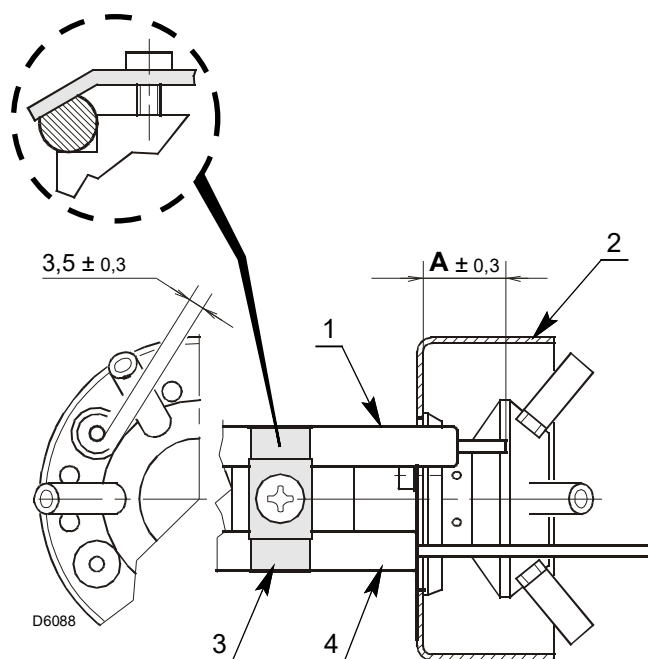

Fig. 15
- Forsikre deg om at platen 3)(Fig. 15) alltid er satt inn i elektrodens flate 1)(Fig. 15).
- Plasser sondens isolator 4) mot koppen 2)(Fig. 15).